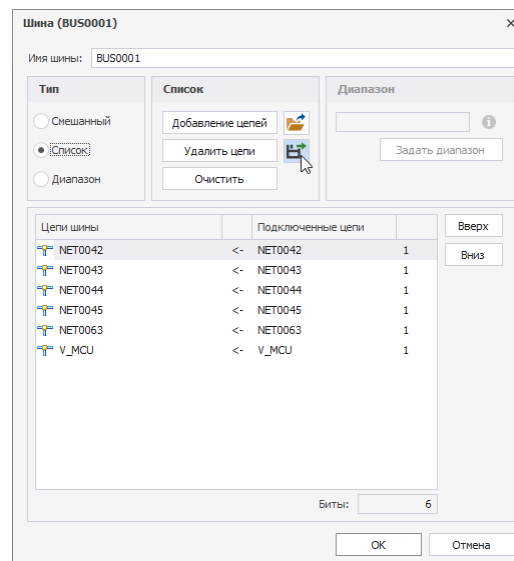

Рис. 173 Экспорт списка цепей шины
4) В поле «Список» нажать , см. Рис. 173. Список цепей шины будет выгружен в текстовый файл полностью.